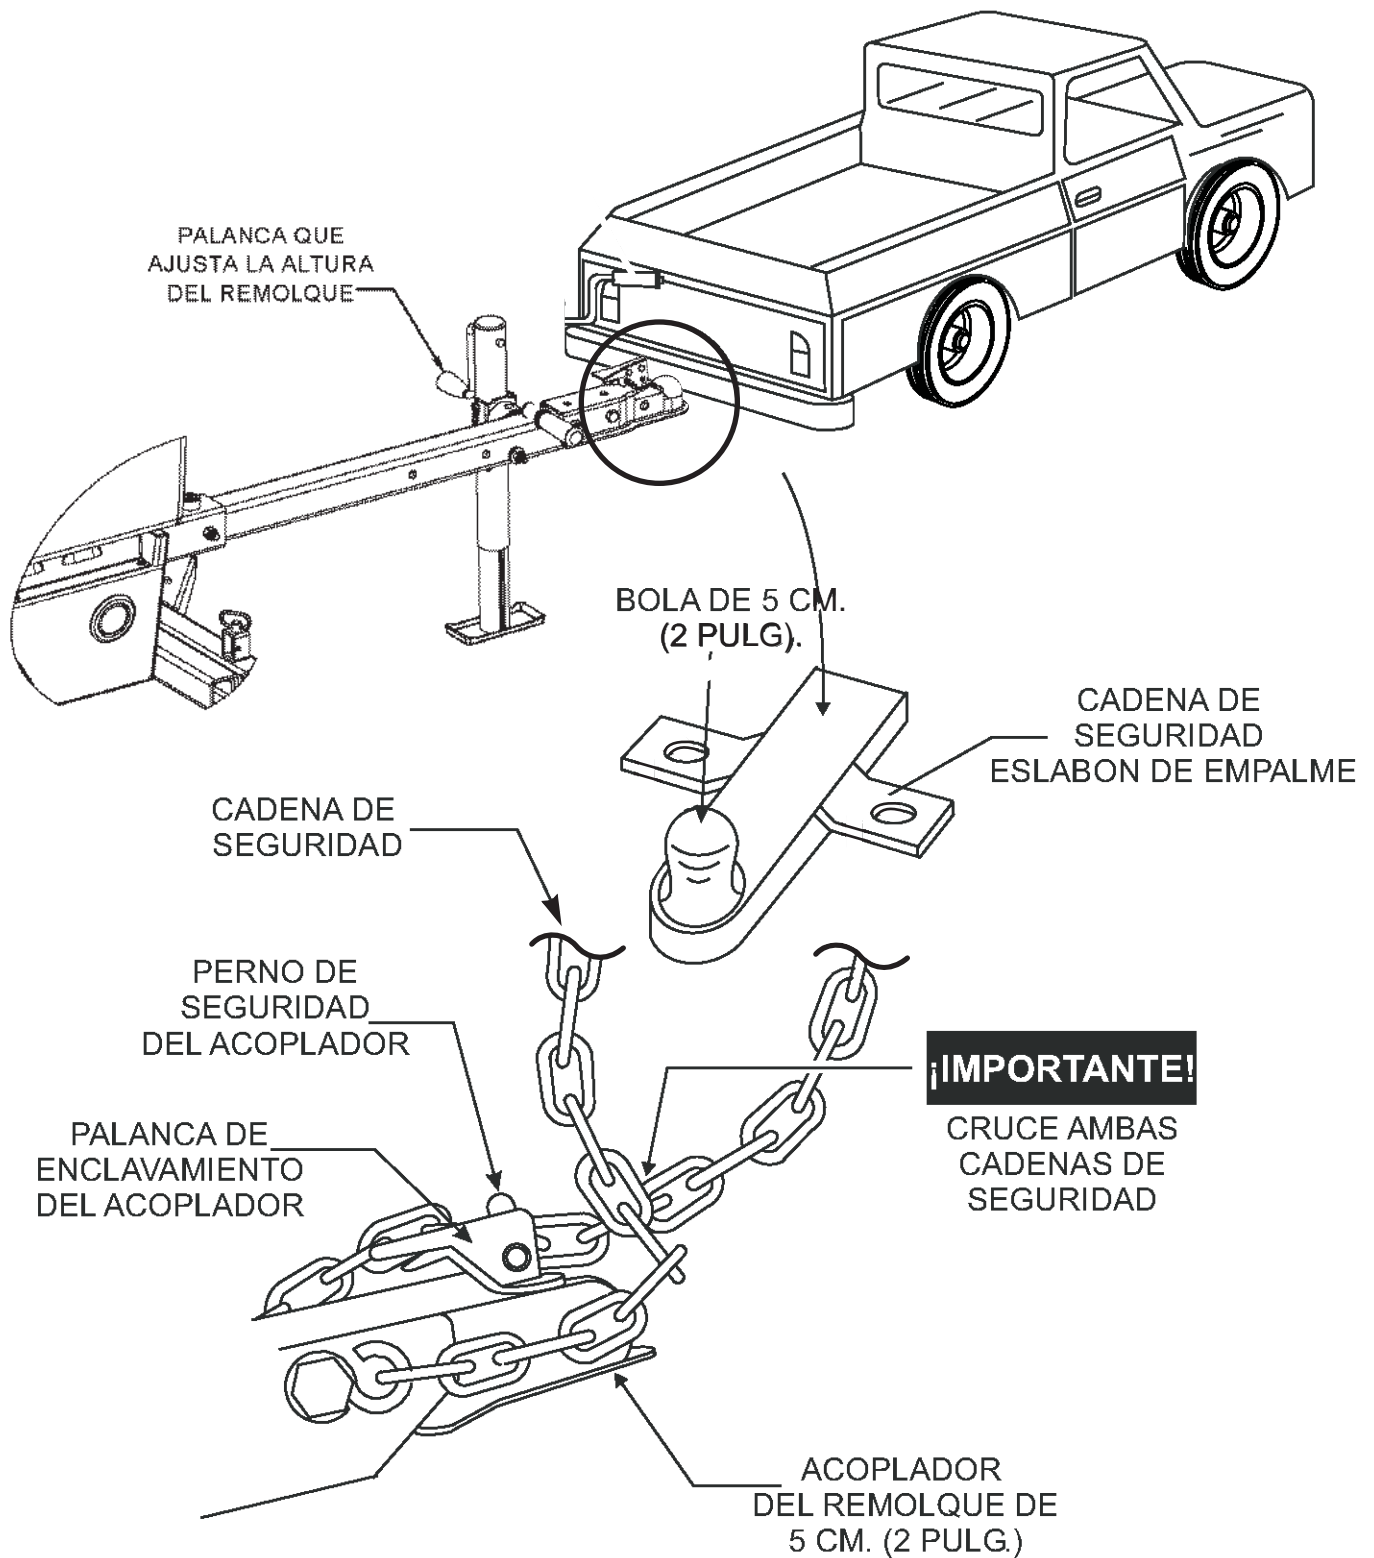

Figura 7. Cadenas de seguridad/acoplador de dnganche del remolque
4. Sujete las cadenas de seguridad, como se muestra en la Figura 7. Recuerde **cruzar** las cadenas de seguridad.